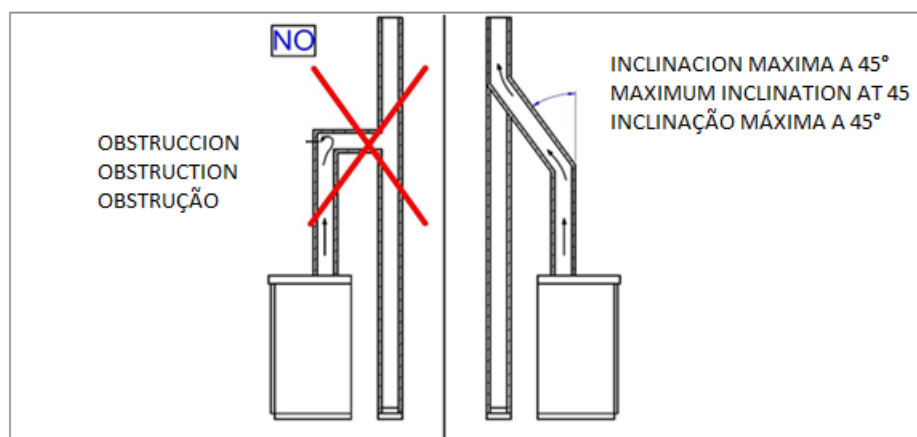

Figura 3
4. En el caso de embocadura del conducto de humos a una chimenea existente que no esté perfectamente perpendicular a la salida de humos del hogar o para aquellos casos en que la salida al exterior se efectuara por la fachada, la conexión de los conductos debe realizarse con la unión inclinada correspondiente. La inclinación, con respecto a la vertical, no podrá superar los 45° y no debe sufrir estrechamientos (**Vea figura 3**). Para ello se deberá hacer uso de curvas o codos homologados de 45°. Además se exige que dicha curva se empleará a partir de una longitud mínima de 2 m desde la salida de humos de la cocina.